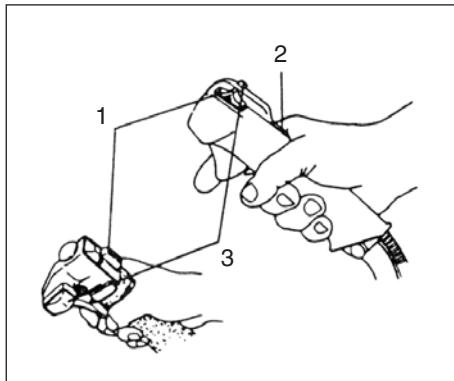

Fig.2-2
Starten (Fig. 2-2, 2B)
1. Zet de ontstekingsschakelaar (1) in de positie AAN. (Fig. 2-2, 2B)
2. Houd de veiligheidshendel (2) ingedrukt (indien aanwezig), trek tegelijkertijd aan de gashendel en druk op de vergrendelknop (3), laat daarna de gashendel langzaam los en vervolgens de veiligheidshendel. Dit vergrendelt de gashendel in de start positie. (Fig. 2-2, 2B)